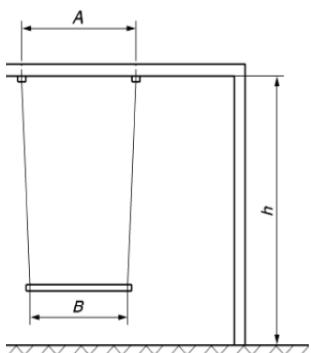

Figura 1
- 13.** La distanza tra i punti di sospensione lungo la trave trasversale è uguale o superiore alla distanza tra i punti di giunzione dell'elemento oscillante, superiore del 4% alla distanza tra il terreno e la trave (Figura 1)